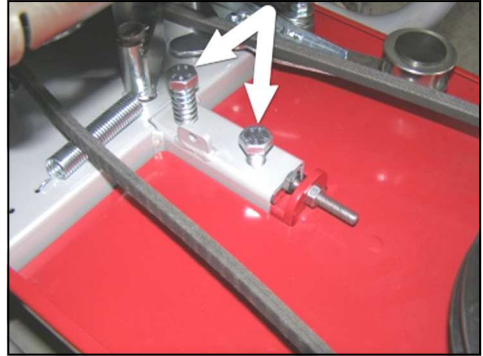

Fig. 31 - Șuruburile pt. blocarea cuplei
3. Slăbiți șuruburile pt. blocarea cuplei (Fig. 31).